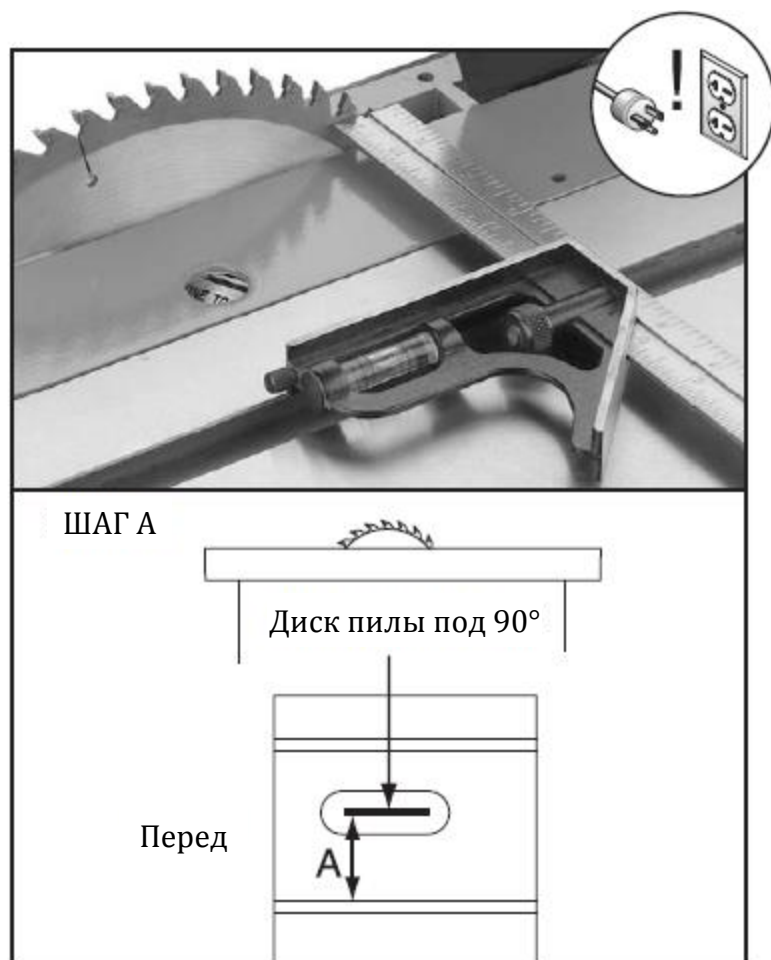

Рис. 67. Пример регулировки диска пилы относительно паза поворотной головки
2. С помощью регулируемого угольника измерить расстояние от паза поворотной головки до твёрдосплавной накладки зуба пилы, как показано на рис. 67. Проверить, чтобы плоскость регулируемого угольника была ровной вдоль паза поворотной головки.